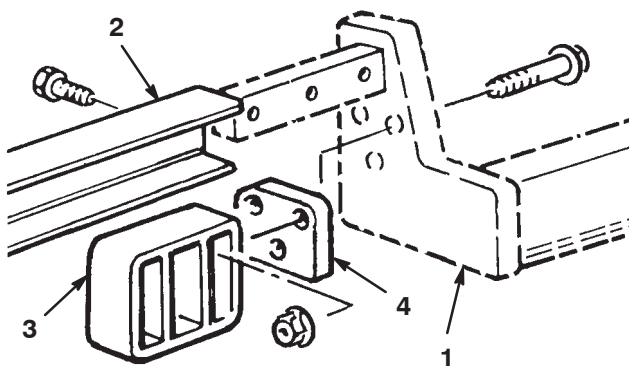

Figure 5
3. Montez un berceau arrière sur chaque bras de levage avec 3 vis de fixation (3/8 x 2 pouce), entretoises et écrous à collerette comme illustré à la Figure 5.